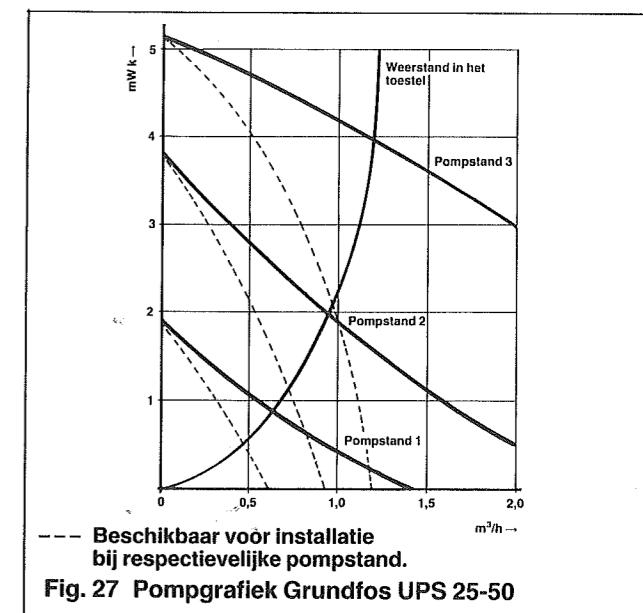

Fig. 27 Pompgrafiek Grundfos UPS 25-50
- Pompsnelheid te hoog; opnieuw instellen. zie pompgrafiek (fig. 27)